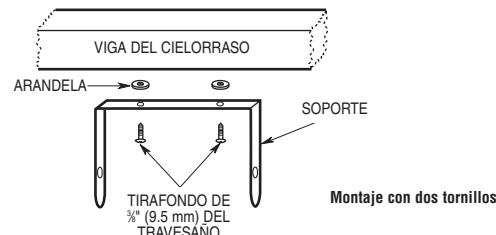

Figura 2
1. Retire el soporte del calefactor y colóquelo en la posición de montaje deseada (vea la Figura 2). Fíjelo firmemente a la estructura del edificio mediante los accesorios de montaje adecuados (suministrados por terceros).